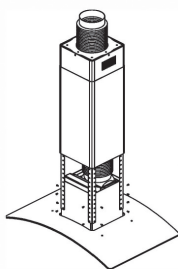

Abb. 5
5. Ziehen Sie das Rohr aus den Aufhängungsträgern heraus und befestigen Sie das Verdeckgehäuse an der Halterung. Siehe Abbildung 5.